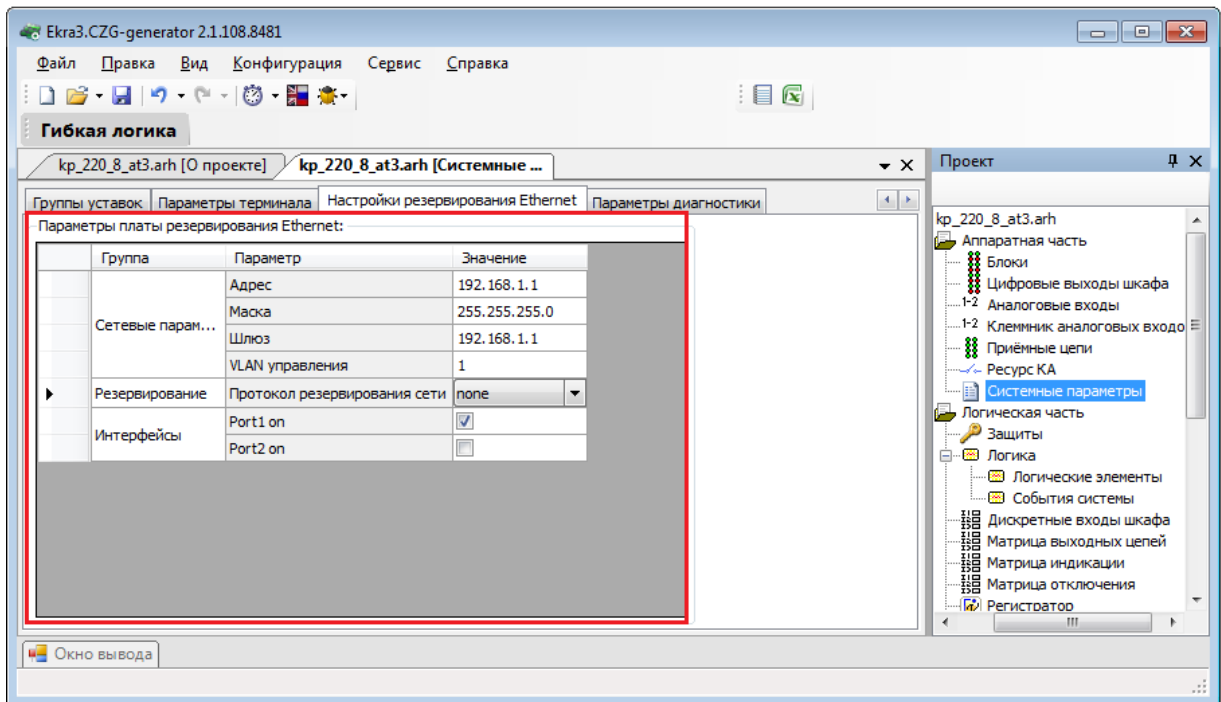

Рисунок 2.67
- Резервирование сети отсутствует (см. рисунок 2.67);